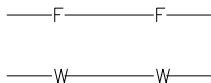

图 8-90 有类型代号的管线
- “仅标空白管线”选项：勾选该选项，则只能在没有类型代号的管线上绘制管径标注；如图 8-90 所示为不能绘制标注的管线。